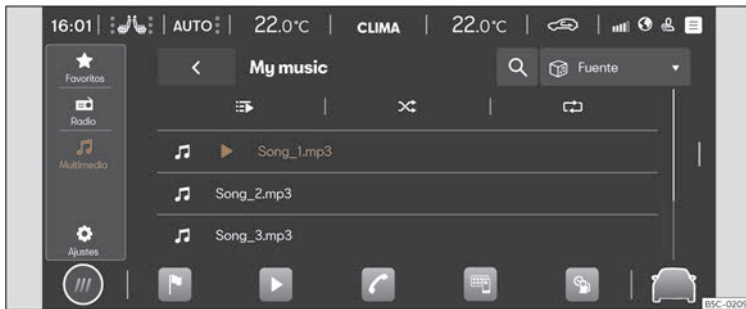

Fig. 167 Representació esquemàtica: Vista Multimedia.
- Premeu **HOME** > ► > **»»»** fig. 167.